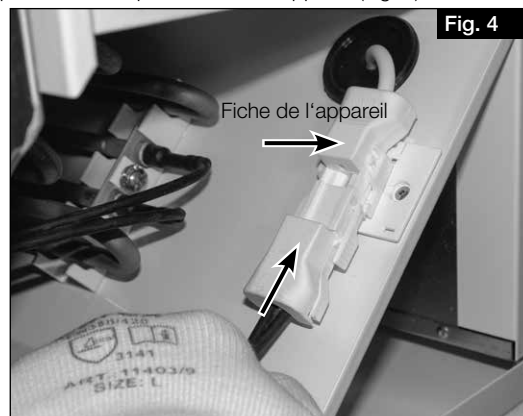

Fig. 4
5. Clipser la fiche de raccordement du préchauffage électrique sur la fiche prémontée de l'appareil (Fig. 4).